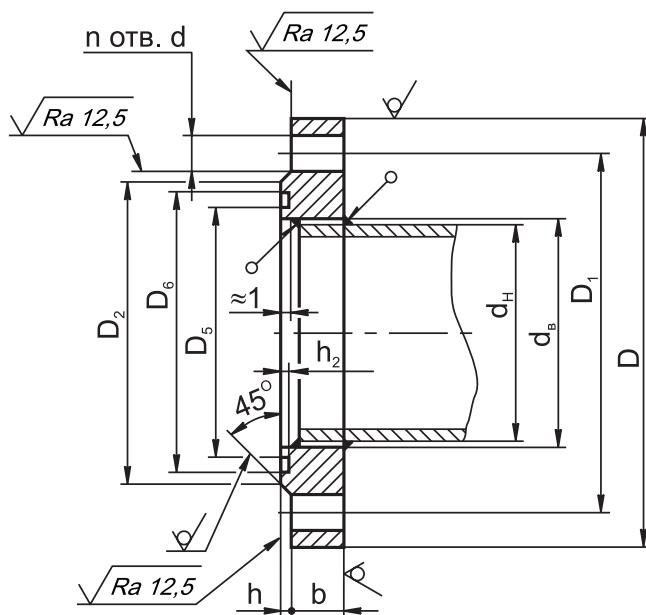

Рис. 9-40. Размеры ответных фланцев для фильтров с присоединительными фланцами PN 16
Размеры ответных фланцев приведены на рис. 9-40.
1. Монтаж фланцевых соединений выполнить с применением прокладок из резины МБС средней твердости (Рис. 9-41). Ответные фланцы - стальные приварные по ГОСТ 12820-80 (Рис. 9-40).